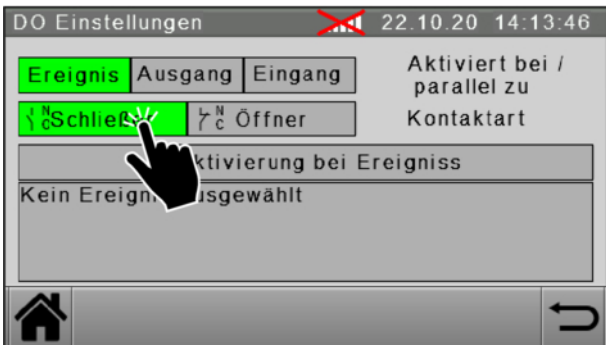

Abb. 74: DO Einstellungen - Ereignis / Kontaktart
3. Kontaktart des Ausganges wählen (siehe Abbildung 74).